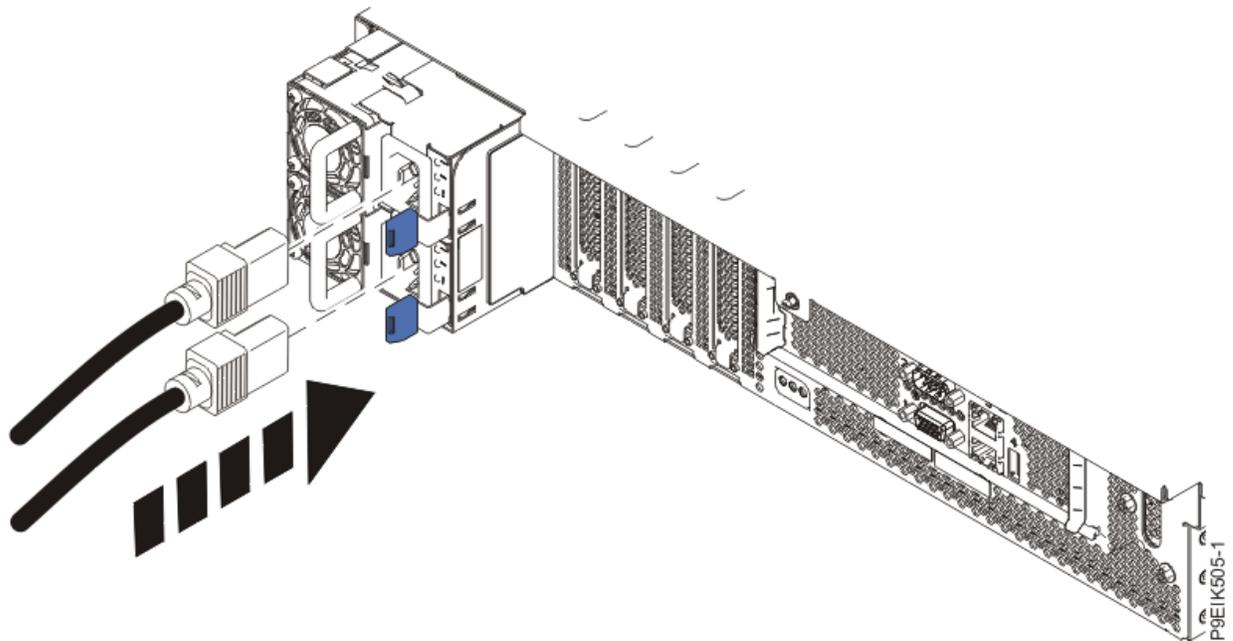

図 206. システムへの電源コードの接続
2. ラベルを確認して、電源コードをシステム装置に再接続します (237 ページの図 206 を参照)。